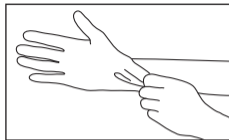

Fig. 7
- 1 Portez toujours des gants, un masque et des lunettes de protection pour des raisons de sécurité et pour réduire le risque d'infection. (Fig. 7)